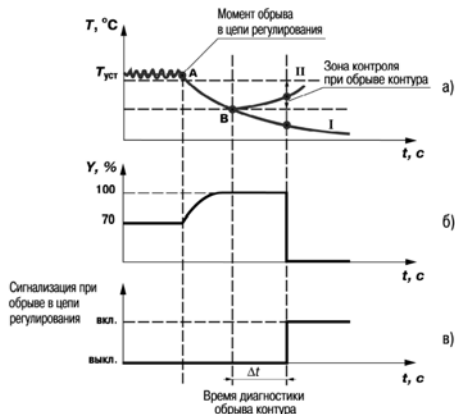

Рисунок 3.9
**Пример** В точке А нагреватель вышел из строя, и температура начинает уменьшаться (рисунок 3.9,а). Регулятор увеличивает значение выходного сигнала (рисунок 3.9, б), контролируя отклик системы. Поскольку температура продолжает уменьшаться, рассогласование растет и значение  $Y$  достигает 100 %. В момент достижения  $Y = 100\%$  (точка В) прибор начинает отсчет «времени диагностики обрыва контура»  $\Delta t$ .
Если по истечении этого времени температура продолжает уменьшаться, сигнализация срабатывает (кривая I на рисунок 3.9,а). Если температура стала расти, но за время  $\Delta t$  изменение температуры не превысило «ширину зоны диагностики обрыва контура» (кривая II на рисунке 9,а), сигнализация также срабатывает (рисунок 3.9,в).